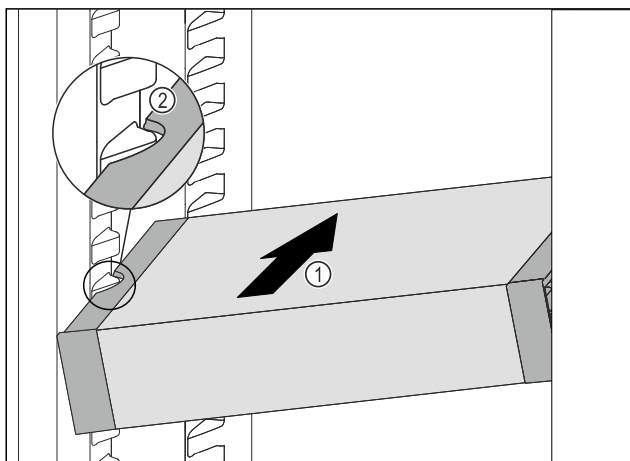

Fig. 127
- VarioSafe wsunąć ukośnie do chłodziarki Fig. 127 (1), aż boczne wycięcia Fig. 127 (2) VarioSafe będą się znajdować na wysokości żeber pojemnika w chłodziarce.